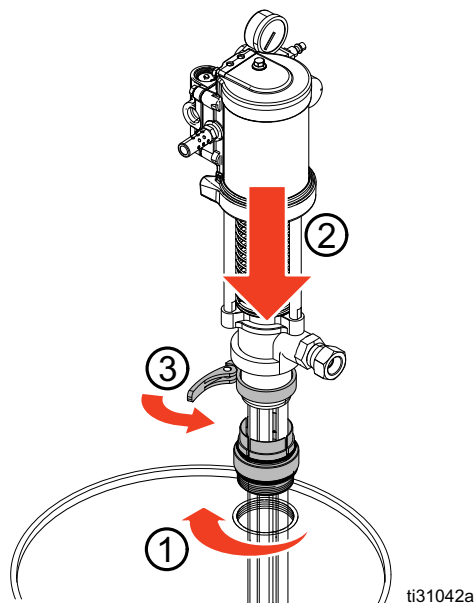

FIG. 9
6. Compruebe que la junta de estanqueidad esté en su sitio y atornille firmemente el adaptador de tapón (1) en el orificio roscado del bidón. Inserte la bomba a través del adaptador (2) y bloquéela en su sitio (3). Consulte la FIG. 9.